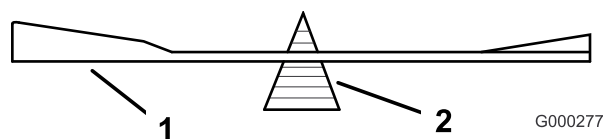
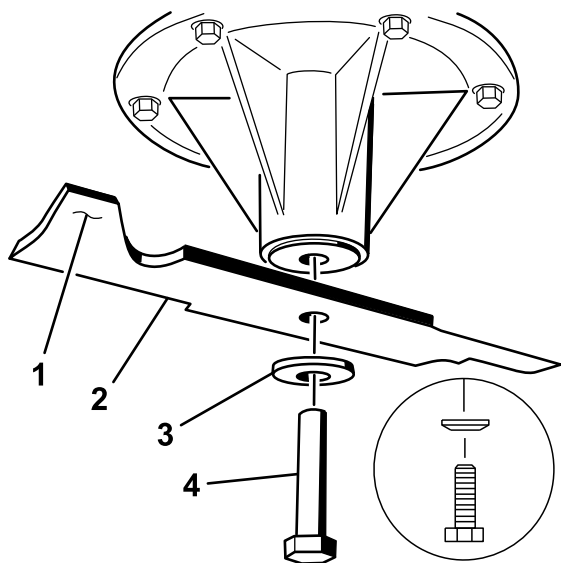

Figure 92
Figure 93
2. Vérifiez l'équilibre de la lame en la plaçant sur un équilibreur (Figure 92). Si la lame reste horizontale, elle est équilibrée et peut être utilisée. Si la lame est déséquilibrée, limez un peu l'extrémité de la partie relevée seulement (Figure 93). Répétez la procédure jusqu'à ce que la lame soit équilibrée.
1. Placez la lame sur l'axe (Figure 93).
2. Installez la rondelle élastique et le boulon de la lame. Le cône de la rondelle élastique doit être dirigé vers la tête du boulon (Figure 93). Serrez les boulons de lame à un couple de 115 à 149 Nm.